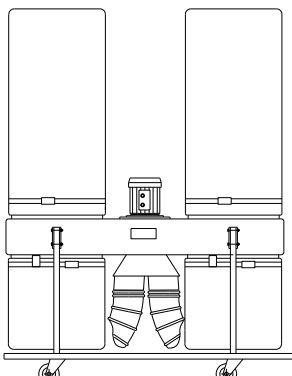

Рис. 2
- II. УВП-3000К- Ф3; И1 - на основании с 4-я колесными опорами, рис.2.